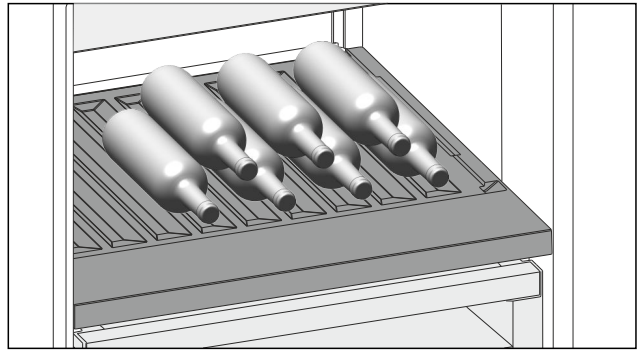

Fig. 146 Représentation à titre d'exemple
- Placer les bouteilles avec le fond orienté vers la paroi arrière de l'appareil. (voir *Fig. 146*)